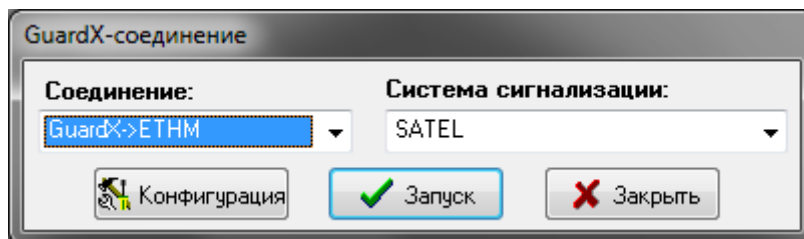

Рис. 14. ПО GUARDX: стартовое окно.
Настройки, касающиеся связи с системой охранной сигнализации, доступны в стартовом окне программы GUARDX (рис. 14) после нажатия кнопки «Конфигурация».
1. В стартовом окне (рис. 14), в поле «Соединение», выберите «GUARDX -> ETHM», затем нажмите кнопку «Запуск».
1. В стартовом окне (рис. 14), в поле «Соединение» выберите «GUARDX <- ETHM», затем кликните по кнопке «Пуск».
1. В стартовом окне (рис. 14), в поле «Соединение» выберите «TCP/IP: сервер SATEL», затем нажмите кнопку «Пуск».